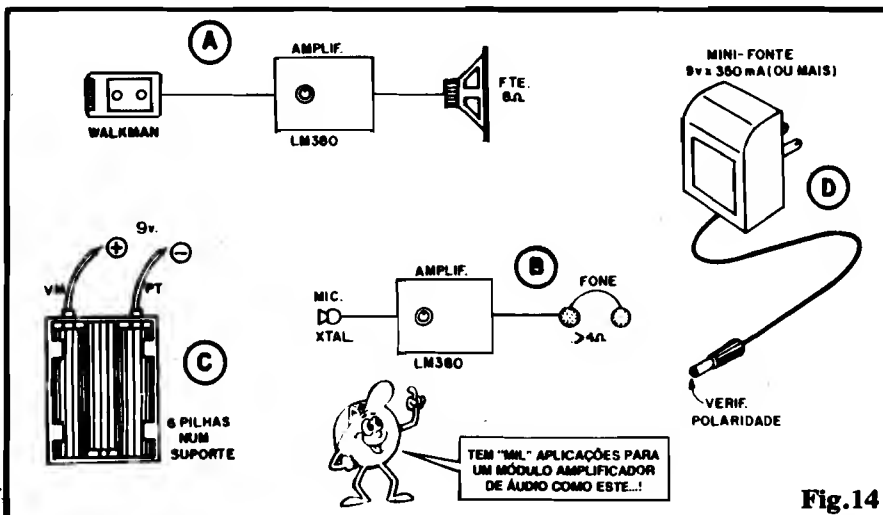

Fig.14
- FIG. 14 - UTILIZAÇÃO PRÁTICA DO AMPLIFICADOR EXPERIMENTAL - Algumas sugestões de "como usar" a montagem... Devido à citada boa sensibilidade e fidelidade do circuito, a versatilidade também é grande:
- FIG. 14-A - Através de um cabo dotado do conveniente plugue, o Leitor/"Aluno" pode ligar a Saída de "Fone" de um **walkman** à Entrada do AMPLIFICADOR LM380, com o que poderá sonorizar uma sala de dimensões normais (dá até pra "dar um baillinho"...), com excelentes resultados... Nesse caso, recomenda-se colocar o alto-falante numa pequena caixa acústica, com o que se obtém o melhor rendimento sonoro do sistema... Outra coisa: quanto maior for o alto-falante (e, conseqüentemente, a própria caixa acústica...) melhor será o rendimento dos sons mais graves (que, normalmente, não são reproduzidos com boa intensidade, pelos alto-falantes muito pequenos...). Notem que como os **walkmen** são geralmente, estéreo, os dois canais terão que ser "somados", gerando na Entrada do AMPLIFICADOR LM380 um si-
- FIG. 14-B - Aplicando à Entrada do AMPLIFICADOR LM380 um simples microfone de cristal (o preço não é muito elevado...) e usando-se, na Saída, um par de fones "de cabeça" ou "de orelha" (podem ser aqueles mesmos do seu velho **walkman**...), o Leitor/"Aluno" obtém um excelente amplificador "espião", de incrível sensibilidade! Basta "puxar" um cabo longo (blindado) para o microfone (que deve ser escondido em algum cantinho...) ou, na outra "ponta" do sistema, dotar os fones de uma boa extensão de fio, para confortavelmente "xeretar" as conversas dos amigos (ou inimigos...) na outra sala! Os detalhes dessa operação de "espionagem" nós deixamos por conta da mente "maligna" dos Leitores "xeretas"...
- FIG. 14-C - Se a alimentação com pilhas for escolhida, basta colocar 6 pilhas (podem ser das pequenas ou médias...) no respectivo suporte, atentando para a **polaridade** dos fios ou terminais do suporte, quando da ligação ao circuito...
- FIG. 14-D - Mini-fonte ("eliminador de pilhas") típica, que também pode ser usada na alimentação do AMPLIFICADOR